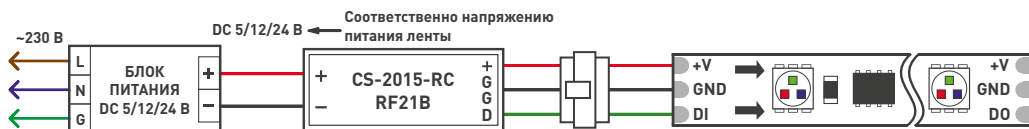
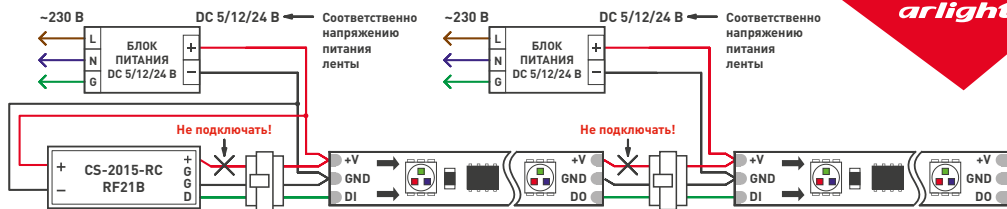

Рисунок 1. Подключение одной SPI-ленты
Рисунок 2. Подключение нескольких лент или лент с током потребления более 2 А
- 3.2. Подключите контроллер в соответствии со схемами (см. рисунок 1 и рисунок 2), в зависимости от варианта использования и от количества и типа подключаемой ленты.
**Если потребляемый ток подключаемой светодиодной ленты превышает 2 А, например, ленты с питанием 5 В, подавайте питание на ленту непосредственно с выхода источника питания (см. рисунок 2). Напряжение на выходах блоков питания должно соответствовать рабочим напряжениям контроллера и лент.**